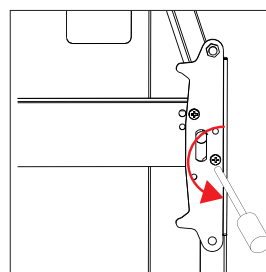
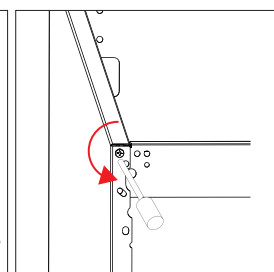

Afb. 8
Afb. 9
- ▶ Verwijder het middelste scharnier (6) door het losdraaien van de bevestigingsschroeven (afb. 8). Verwijder ook de vulringen en leg deze voor later gebruik opzij.
- ▶ Til de deur van het vriesgedeelte (7) van het onderste scharnier en plaats deze op een zachte ondergrond om krassen te vermijden en beveilig deze tegen omvallen.
- ▶ Verwijder de blindstoppen uit de scharnierbus aan de linkerkant van de deur van het vriesgedeelte (7) door deze bijv. met een kleine platte schroevendraaier eruit te wippen. Bevestig de blindstop in de scharnierbus aan de rechterkant.
- ▶ Schroef de pootjes (9) er linksom uit (afb. 9).